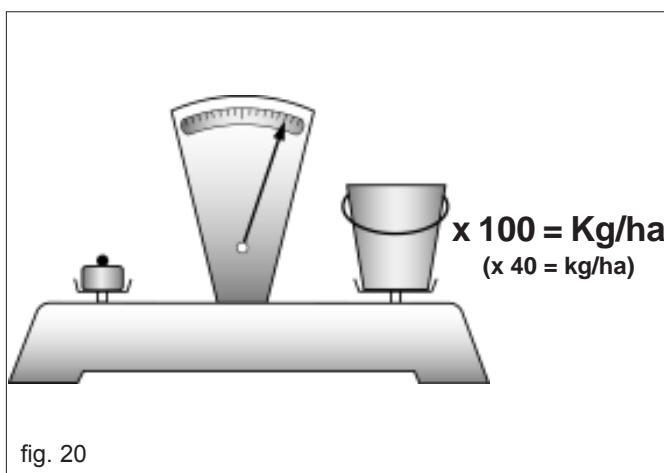

fig. 20
- 7) Pesare la quantità di seme raccolto nelle vaschette e moltiplicarlo per 100 o per 40 in base alle rotazioni compiute, il valore ottenuto sarà la quantità in chilogrammi distribuita per ettaro (Fig. 20).
- 8) Pesare la quantità raccolta nelle vaschette e moltiplicarlo per 100 o per 40 in base alle rotazioni compiute, il valore ottenuto sarà la quantità in chilogrammi distribuita per ettaro (Fig. 20).